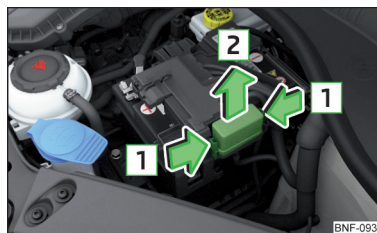

Fig. 169
I fusibili si trovano sotto il coperchio vicino alla batteria del veicolo » **fig. 169.**
- Premere contemporaneamente i tasti di blocco **1** del coperchio » **fig. 169.**